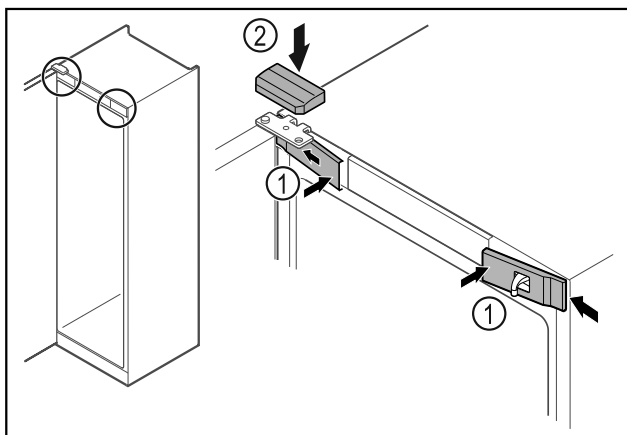

Fig. 52
- Kiinnitä etusuojukset Fig. 52 (1) sivulta ja lukitse paikalleen.
- Paina ylempi suojusta Fig. 52 (2) yläkautta paikalleen.